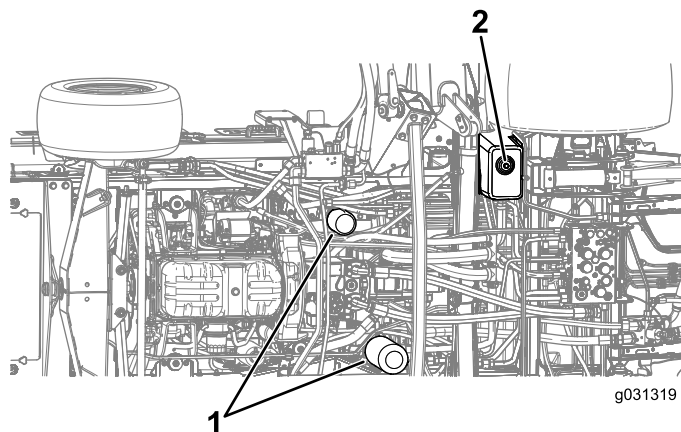

Figura 132
4. Rimuovete il tappo di spurgo dalla base del serbatoio e lasciate fuoriuscire il fluido idraulico nella bacinella (Figura 132).
3. Collocate una bacinella di spurgo sotto il filtro e togliete il filtro (Figura 132).